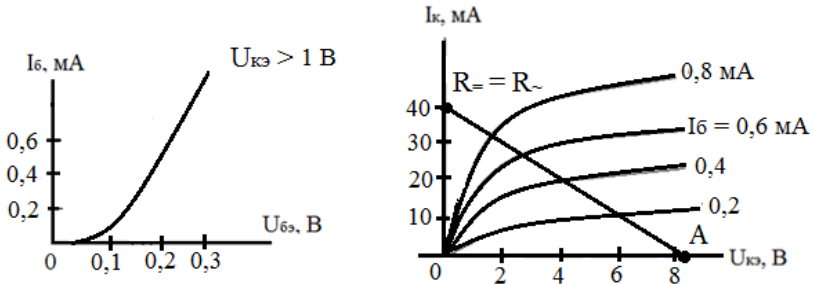

Рис. 2.11
11. Определить амплитуду и полярность входного напряжения, переключающего БТ ключа (рис. 2.11) из режима отсечки (т. А) в режим насыщения со степенью $S = 1,1$. Определить амплитуду и полярность выходного напряжения.